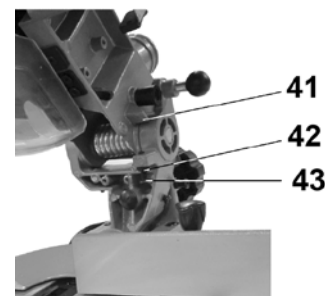

Рис.12
11.4 Регулировка глубины пиления, Рис.12